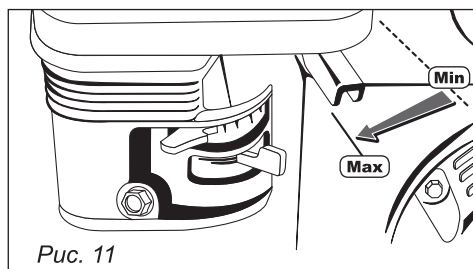

Рис. 11
1. Убедитесь, что рычаги управления приводом и шнеком в исходном положении. Передвиньте рычаг управления дроссельной заслонкой в среднее положение (рис. 11).